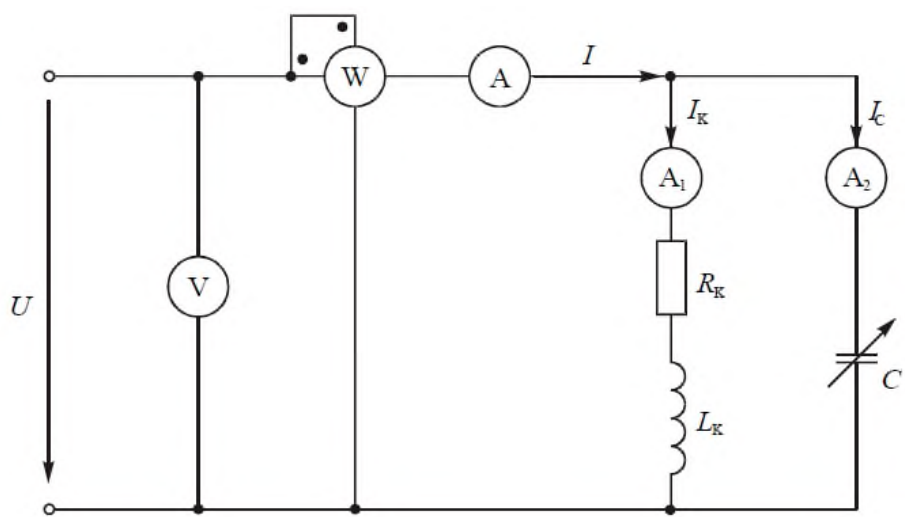

Рис. 13
13. Изучить явление резонанса токов в цепи, принципиальная схема которой приведена на рис. 13. Для этого: